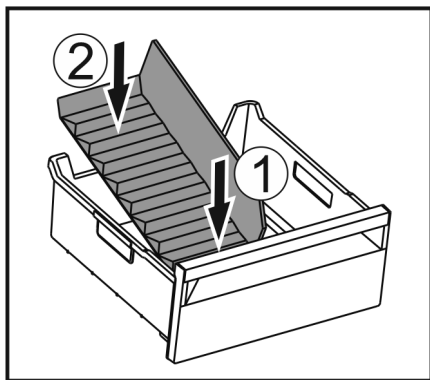

Fig. 214
- ▶ 装入冰格分隔器前部。 Fig. 214 (1)
- ▶ 将冰格分隔器后部放低至抽屉底板。 Fig. 214 (2)